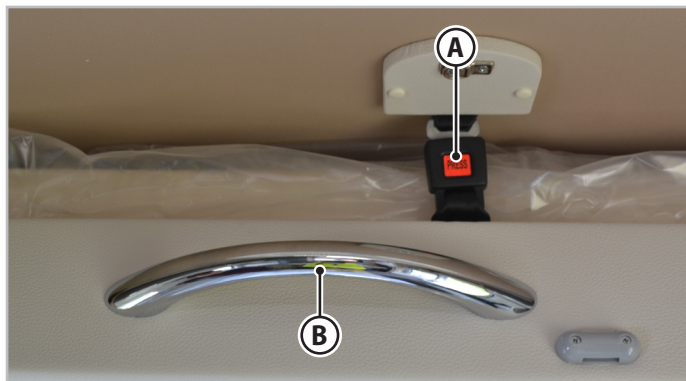

Fig. 6.18 - Letto basculante anteriore
1. Sbloccare il dispositivo di sicurezza (**A** - Fig.6.18).
2. Agire sulla relativa maniglia di movimentazione (**B** - Fig.6.18) e portare il letto a fine corsa.
1. Agire sulla relativa maniglia di movimentazione (B - Fig.6.18) e portare il letto a fine corsa.
2. Assicurare nuovamente il letto utilizzando il dispositivo di sicurezza (A - Fig.6.18).